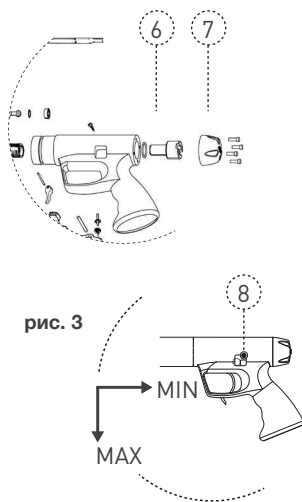

рис. 3
- При изменении давления в ружье, операция должна быть выполнена с регулятором мощности (8) установленным в положение максимальной мощности (рис. 3).
- Полный сброс давления воздуха из ружья должен также проводиться при регуляторе мощности (8) установленном в положение максимальной мощности, в противном случае часть ружья будет оставаться под давлением.
- Чтобы уменьшить давление в ресивере, опустите ружье дулом вниз, немного подождите пока стечёт масло и затем слегка нажмите на клапан (7) подходящим предметом. Выпустите воздух медленно, чтобы предотвратить утечку масла. Во избежание попадания масла с выходящим воздухом, держите ружье при этом как можно дальше от лица и ценных предметов. Для более точного контроля давления рекомендуется использовать специальный манометр.